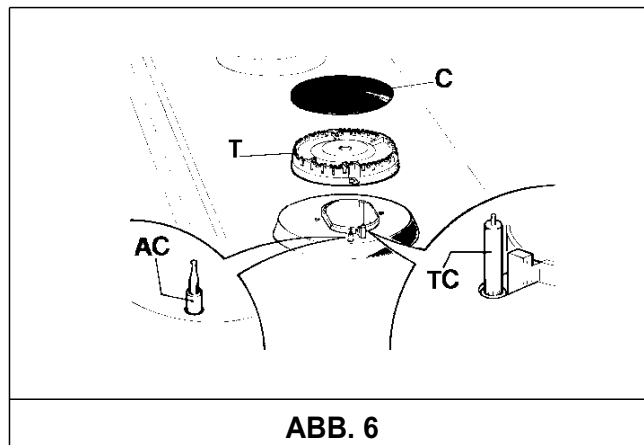

ABB. 6
Will man den Glanz der Oberfläche des Kochfelds erhalten, ist es sehr wichtig, sie nach jedem Gebrauch mit lauwarmen Seifenwasser zu putzen, abzuspülen und zu trocknen. Auf gleiche Art sind die emaillierten Gitterroste, die emaillierten Abdeckungen "C" und die Brennköpfe "T" zu reinigen (siehe Abb. 6).
- **überzeugen Sie sich, dass die Öffnungen der Brennköpfe "T" (Abb. 6) nicht mit Fremdkörpern verstopft sind.**
- **Überzeugen Sie sich, dass die runde emaillierte Brennkopfabdeckung "C" (Abb. 6) korrekt auf dem Brennkopf aufsitzt. Die Position ist korrekt, wenn die Brennkopfabdeckung fest und stabil auf dem Brennkopf aufsitzt.**